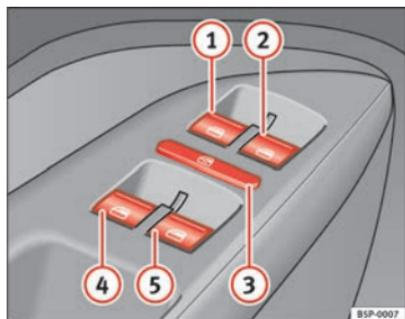

Fig. 68 Detalle de la puerta del conductor: mandos para las ventanillas delanteras y traseras
Las teclas ⇒ página 113, fig. 68 ① y ② tienen dos posiciones para la apertura de las ventanillas y otras dos para el cierre. De este modo es más fácil controlar las operaciones de apertura y cierre.